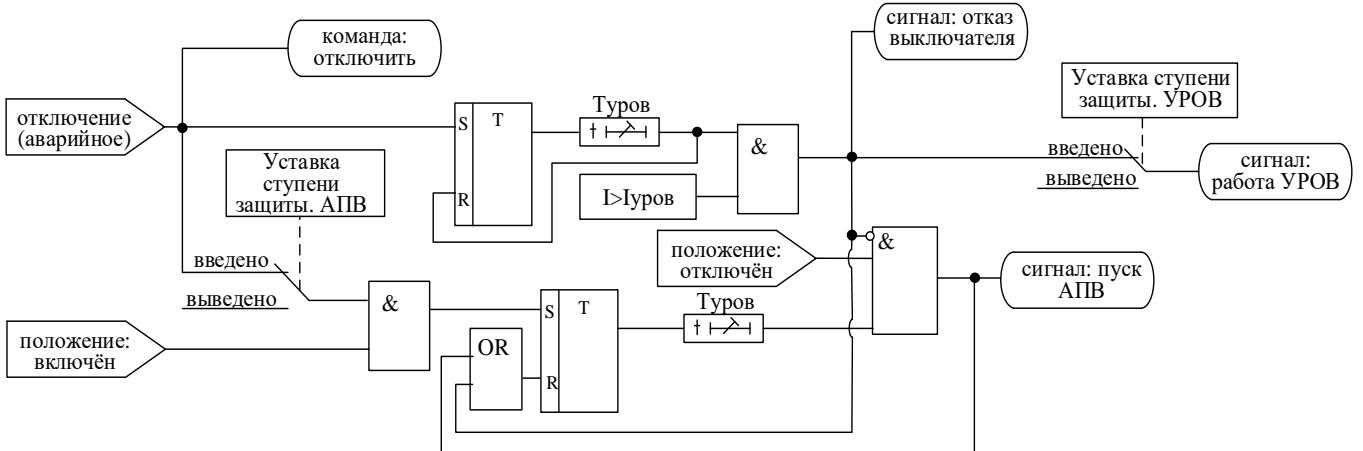

Рисунок 5.5 – Логика работы MP741 при аварийном отключении.
1. Выдаётся команда «отключить» (рисунок 5.5).